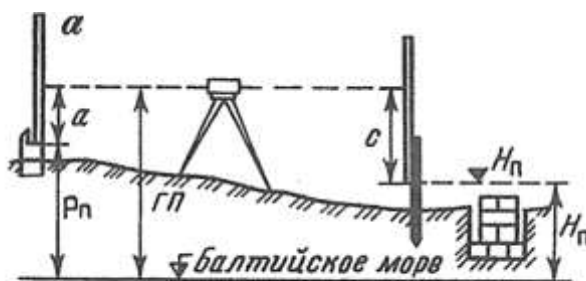

Рис. 1. Схема разбивки и контрольных высот фундамента
5. Выставьте проектную высоту верха фундамента на обноске (рис. 1), если высота репера  $P_n = 23,514$ , отсчет по рейке  $a = 0931$ , проектная высота фундамента  $H_n = 22,106$ .